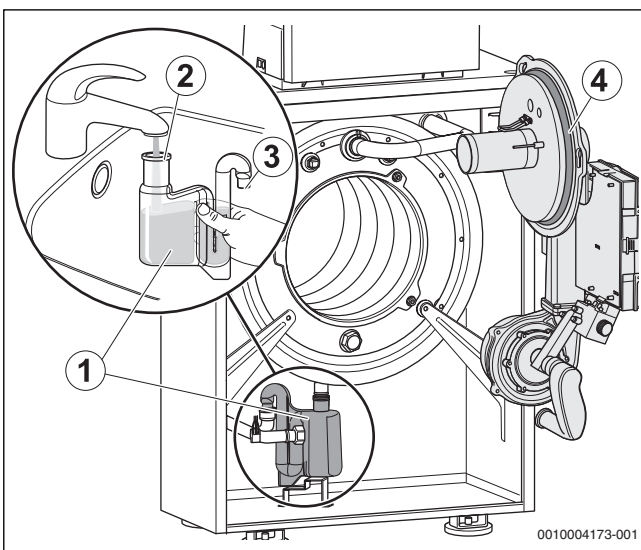

Bild 77 Siphon reinigen
- ▶ Vor Brennermontage den richtigen Sitz des O-Rings (→ Bild 77, Seite 49[4]) überprüfen und ggf. korrigieren.